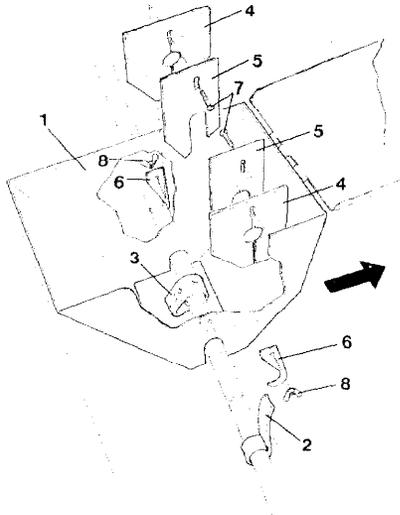

Fig. 120
Sollen nur kleine Saatgutmengen bei großem Reihenabstand ausgesät werden, ist es zweckmäßig das Volumen des Saatkastens zu reduzieren, um die Restmenge möglichst gering zu halten. Der Einbau von Einsatzkästen (Fig. 120/1) reduziert die Restmenge, die nicht ausgesät werden kann, bis auf ein Minimum.
Bei der Aussaat von schlecht fließendem Saatgut sind vor dem Einbau des Einsatzkastens die Rührgummi nach Fig. 120/2 bzw. 120/3 zu montieren, um auch die letzten Reste von Saatgut aus dem Einsatzkasten zu entfernen.
- Einsatzkasten (Fig. 120/1) im Saatkasten positionieren.
- Dichtung (Fig. 120/4) mit Abdeckblech (Fig. 120/5) innerhalb und Befestigungshaken (Fig. 120/6) außerhalb des Einsatzkastens mit Flachrundschraube M6 (Fig. 120/7) und Flügelmutter (Fig. 120/8) befestigen. Beide Befestigungshaken greifen unter die Rührwelle.